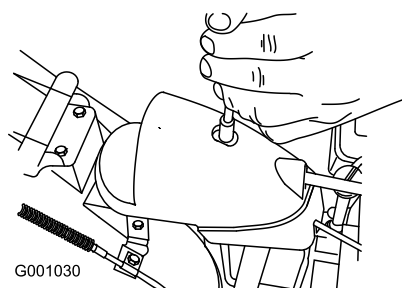

Рисунок 39
1. Снимите крепежные детали на крышке редуктора (Рисунок 39), поднимите переднюю часть крышки и сдвиньте ее дальше назад.